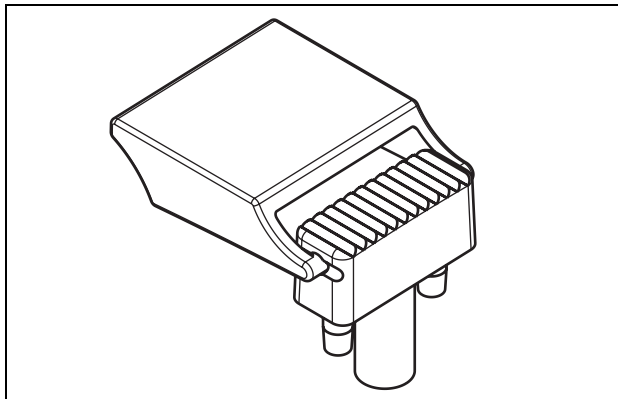

Abbildung 24.1: Tastenabdeckung
- 1 Tastenabdeckung in Ersatzglas einrasten (Endergebnis siehe Abbildung 24.1).